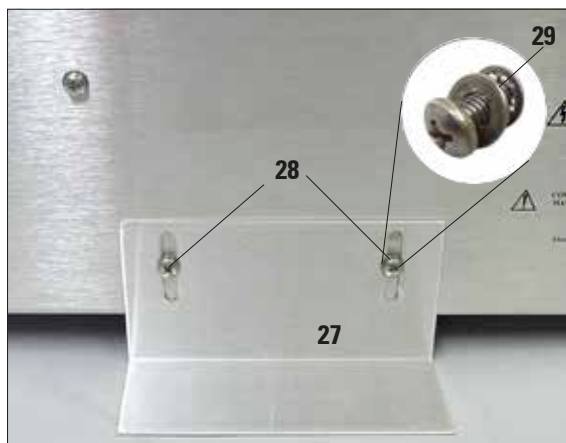

Fig. 20
- For at gøre det løsnes de to stjerneskruer (28) med en skruetrækker. Læg dem sammen med de to tilhørende spændeskiver (29)
- Placér støttebeslaget mod apparatets bagside (Fig. 20), og isæt skrueerne uden at stramme dem helt til.